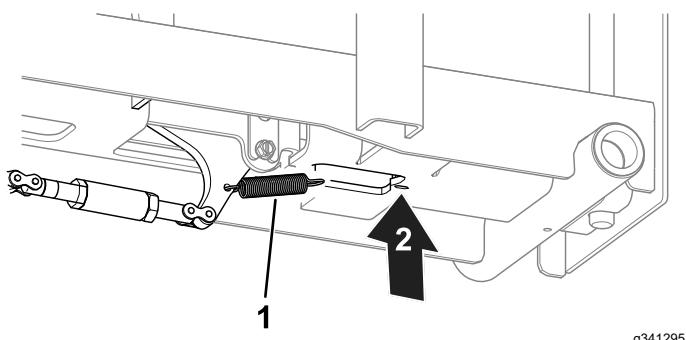

Figura 15
9. Collegate la molla al fermo della ruota e alla parte inferiore della rampa (Figura 15).